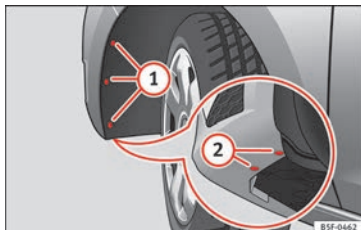

Fig. 112 Faro antiniebla: acceso al conector y al portalámparas.
- Retire los 3 tornillos ① » **fig. 112** del interior del pasarrueda y los 2 tornillos inferiores ② » **fig. 112** del parachoques, precisando para ello de un destornillador.